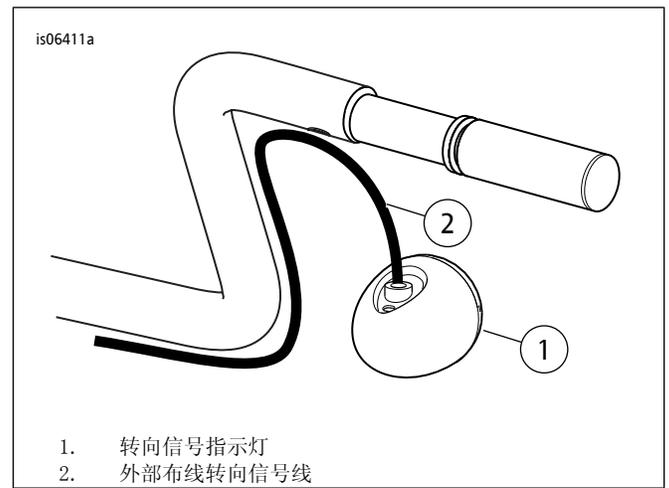
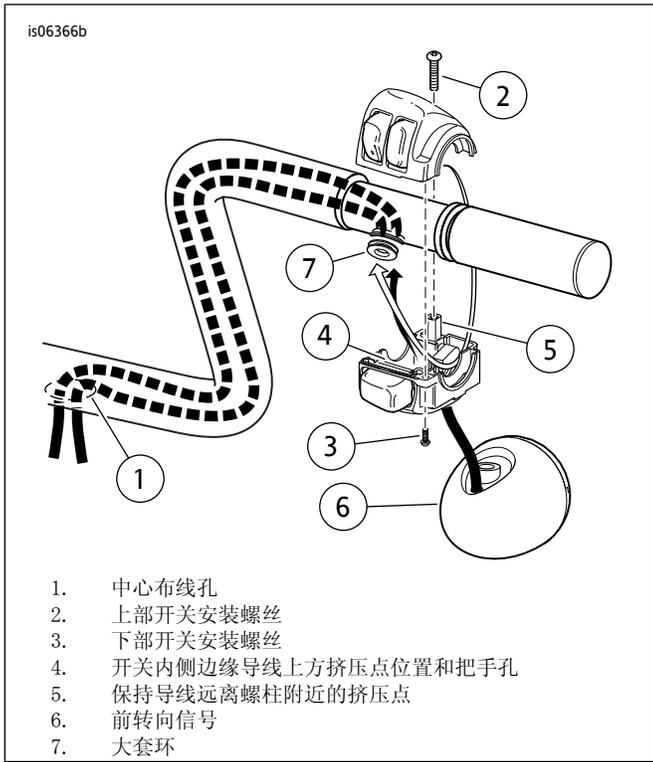

图4。把手安装式转向信号需要重新定位
图5。转向信号和开关线线路穿过开关盒布设
3. 对于不带车把安装式转向信号的车型：继续执行步骤9（图5之后）。对于配备车把安装式转向信号的车型：如果原厂转向信号线穿过开关盒并通过大开口（J）进入把手，请继续执行步骤4（图4之后）。参见图4。如果原厂转向信号线在外部布设，这些转向信号需要重新定位以离开把手。此时按照相应重新定位套件中的说明重新定位。
参见图5。检查确认大套环（7）已定位至开关和转向信号导线捆并靠近开关端。